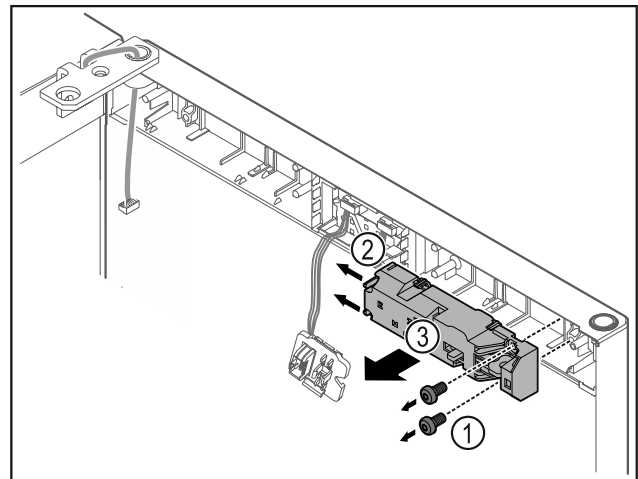

Fig. 21
- ▶ Retirer les vis Fig. 21 (1).
- ▶ Pousser les ergots sur le côté Fig. 21 (2) et retirer la serrure électrique Fig. 21 (3).